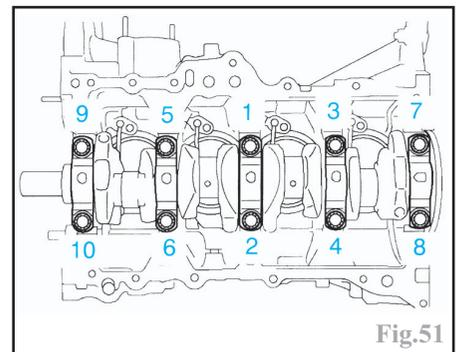

Fig.51
- reposer et serrer, par passes successives, les chapeaux de paliers de vilebrequin dans l'ordre indiqué (Fig.51).